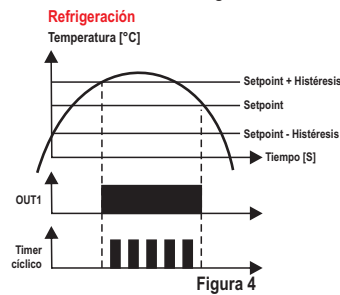

Figura 4
- Salida del timer cíclico alternando siempre que la salida de la 1ra. etapa esté conectada (F22=5): la 3ra. etapa solo alternará cuando la salida de la 1ra. etapa estuviera conectada, obedeciendo los tiempos configurados en F20 ($\overline{[E\ 0\ n]}$) y F21 ($\overline{[E\ 0\ F\ F]}$), como muestra la Figura 4.